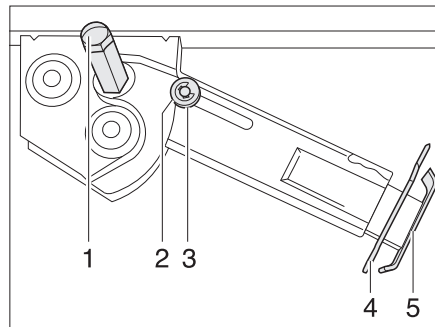

Bild 19 Hubstütze
- Am Sechskant (Bild 19,1) den Steckschlüssel aufstecken und drehen, bis die Hubstütze senkrecht nach unten steht.
- Splint (Bild 19,4) aus der Stützfußverlängerung (Bild 19,5) herausziehen.
- Am Sechskant (Bild 19,1) den Steckschlüssel aufstecken und drehen, bis die Hubstütze wieder vom Boden frei ist.
- Stützfußverlängerung (Bild 19,5) ganz einschieben und Splint (Bild 19,4) in die vorgesehene Bohrung an der Stützfußverlängerung stecken.
- Mit Steckschlüssel am Sechskant (Bild 19,1) drehen, bis Hubstütze nach oben geschwenkt und die Führungsscheibe (Bild 19,3) vollständig in die Kerbe (Bild 19,2) eingefahren ist.